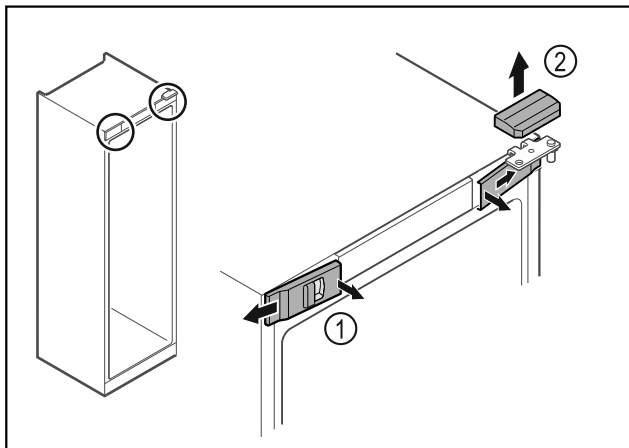

Fig. 7*
- ▶ Uvolněte uvnitř přední kryty Fig. 7 (1) a sejměte je stranou.*
- ▶ Horní kryt Fig. 7 (2) odeberte směrem nahoru.*